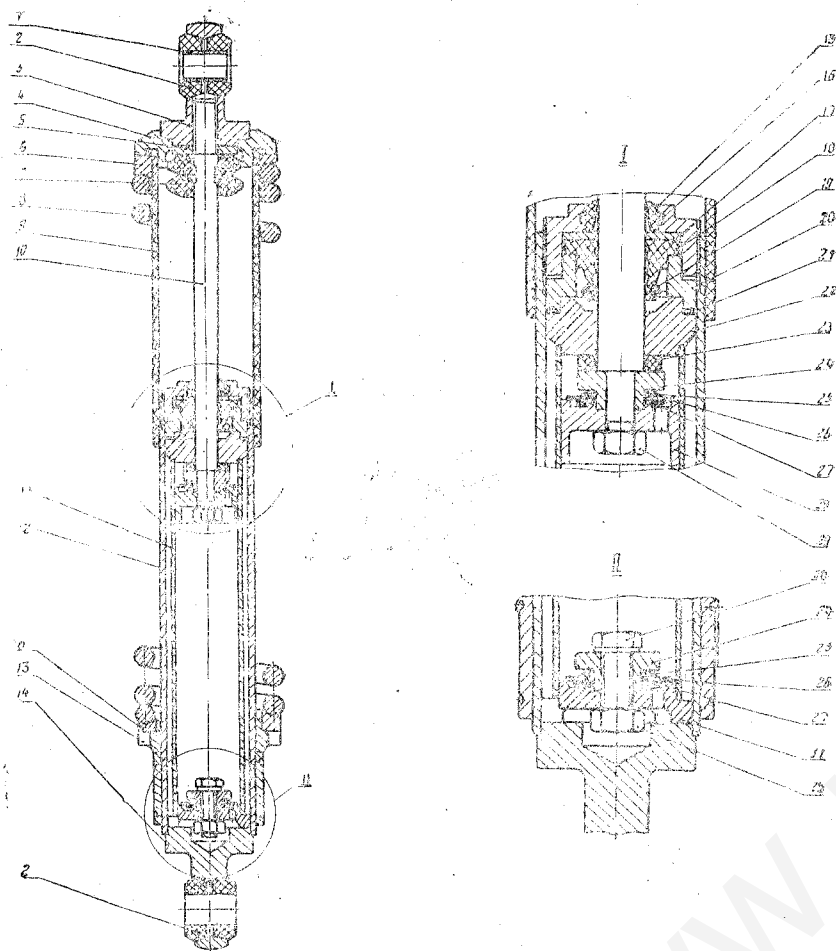

Рис. 12. Амортизатор пружинно-гидравлический подвески заднего колеса
На мотоцикле установлены пружинно-гидравлические амортизаторы (рис. 12) одностороннего действия, имеющие четыре положения регулировки по изменению усилия пружин.
- выпрессуйте распорные втулки 1 (рис. 12);